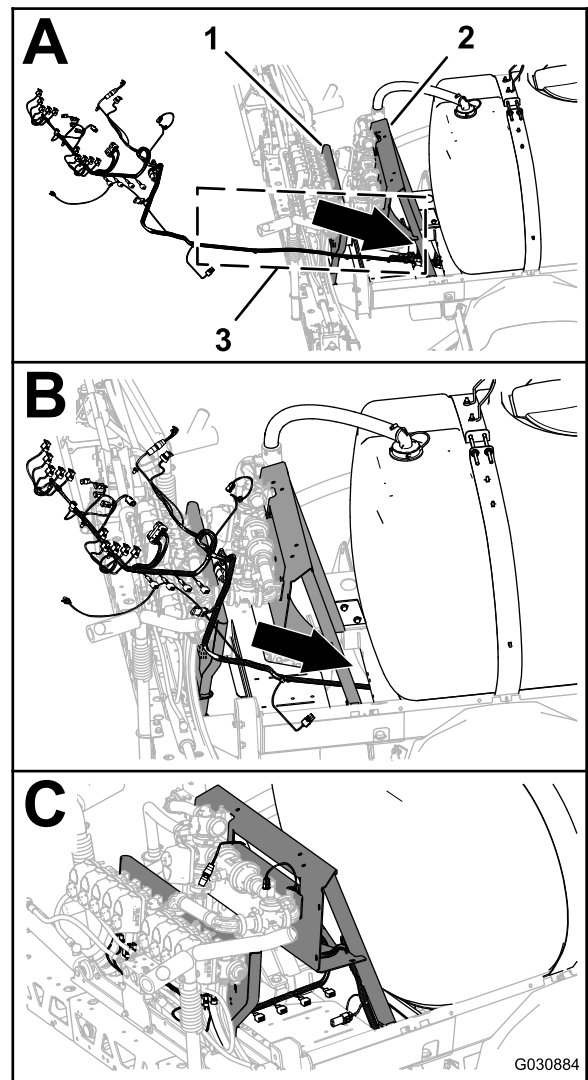

Figura 84
2. Enrute la rama de 165 cm (65") y la rama de 203 cm (80") del arnés eléctrico nuevo entre el soporte de las 10 válvulas de fumigación y el soporte derecho del soporte del distribuidor (Figura 84).